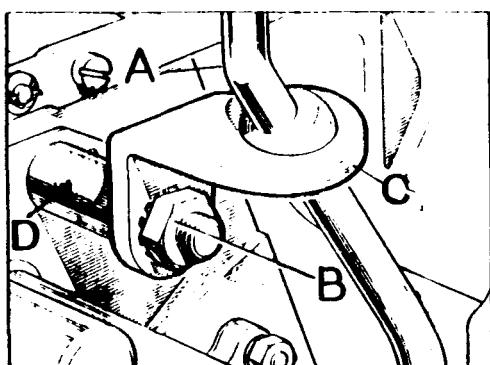

Fig. C-32 Eslabón para el eje selector de la caja reductora
- 1.8. Soltar la tuerca de sujeción, que fija el eslabón, C (Fig. C-32) de la pa-lanca reductora al eje selector de "Alta" y "Baja" velocidad, D.
- 2.7. Colocar en su sitio la palanca, A (Fig. C-32), de la caja reductora y asegurarse del apriete de la tuerca, B, de fijación del eslabón, C.